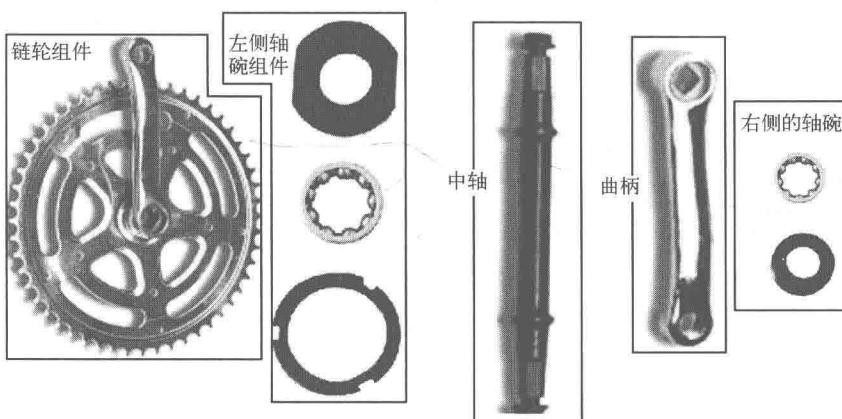

图 1-8 分解后的中轴与链轮组件
- (1) 把电动自行车倒置使鞍座平置于地面，并拔掉助力传感器的插件。
- (2) 拆下链轮的护盖，使用专用内六角扳手从链轮的一侧逆时针拧出中轴的固定螺栓，即可取下链轮和链条及左侧的轴碗组件，并保管好左碗的钢球架。
- (3) 卸下传感器和磁环。
- (4) 使用锤子和冲子把中轴和另一方的曲柄一起冲出来，卸下右侧的轴碗组件，并保管好右碗的钢球架。
- (5) 使用专用扳手将中轴和右侧的曲柄拆开。分解后的中轴与链轮组件如图 1-8 所示。